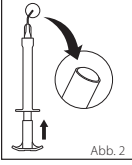

Abb. 2
- Mögliche Luft in der Applikationsspitze entfernt man durch vorsichtiges Drücken des Spritzenkolbens, bis das Material die Öffnung der Spritze erreicht hat. (Abb. 2).